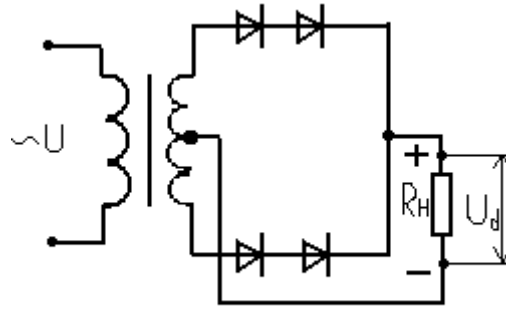

Рис. 104
6. Составляем схему выпрямителя. Чтобы выполнялось условие $U_{\text{обр}} > U_h$ необходимо два диода соединить последовательно, тогда $U_{\text{обр}} = 200 \cdot 2 = 400 > 314 \text{ В}$. Полная схема выпрямителя приведена на рис. 104.